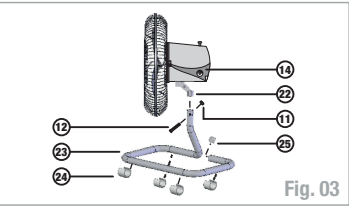

Fig. 03
Encaixe o acoplamento (22) na base de mesa (23), fixando-o com o parafuso(12) e a porca (11). Coloque as bases plásticas (24) e a ponteira (25) na base de mesa (23), conforme, fig. 03.